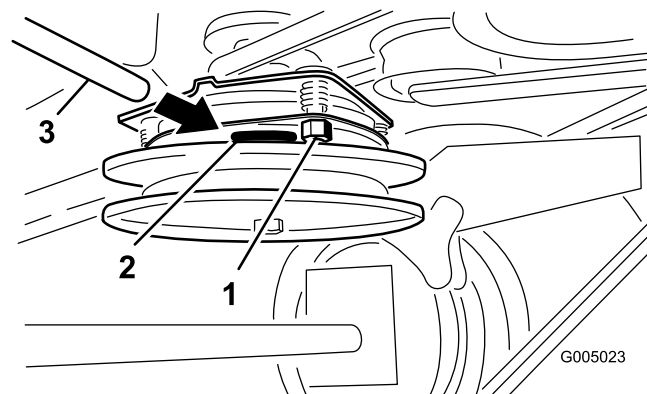

Figure 45
2. Serrez les contre-écrous jusqu'à ce que la jauge d'épaisseur fléchisse légèrement mais puisse bouger facilement dans l'entrefer (Figure 45).